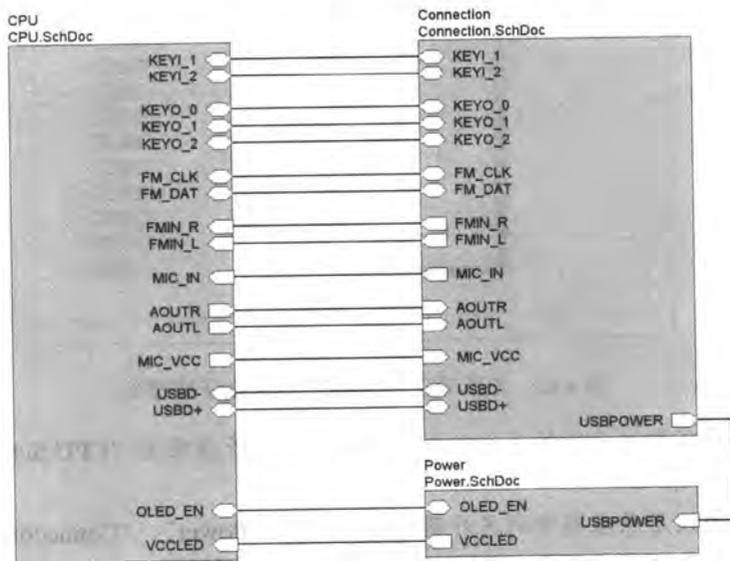

图 4-61 绘制的顶层原理图
- [5] 连续操作，完成所有图纸入口属性的设置，调整到合适位置后，使用导线进行连接，如图 4-61 所示。